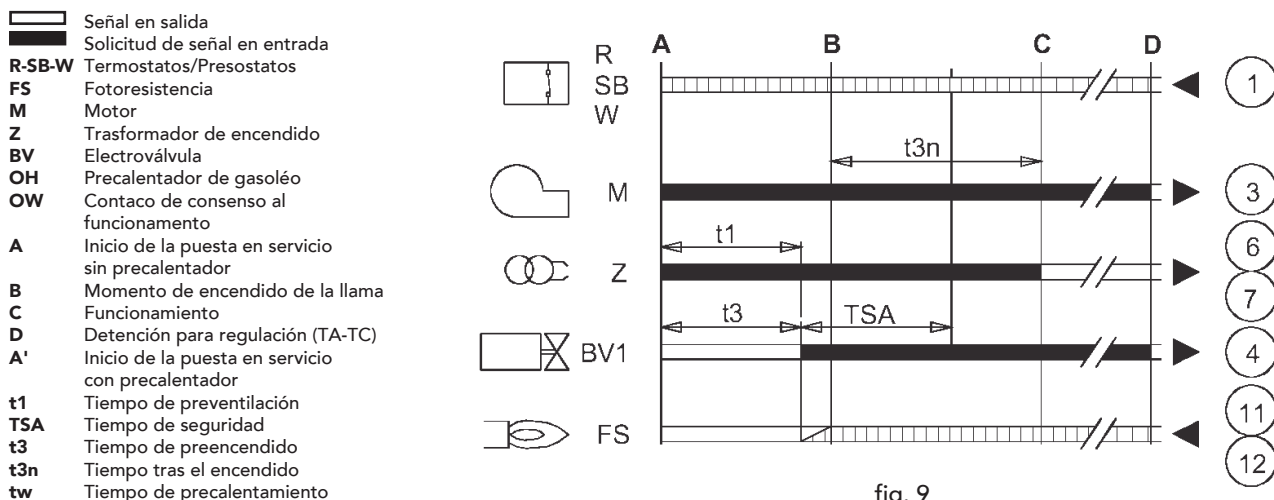

fig. 9
- Inicia el funcionamiento el diagrama de la fig. 9.